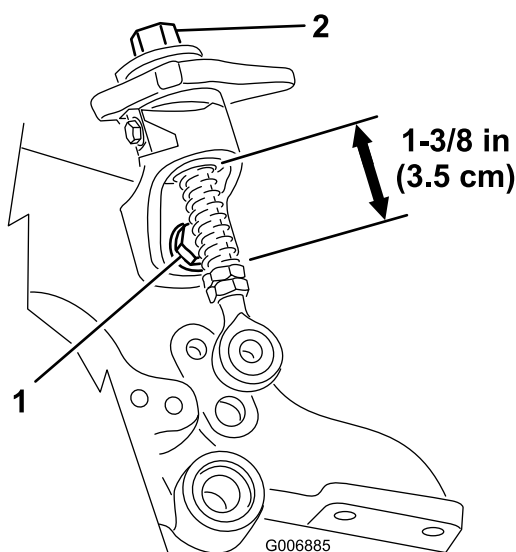

Figura 47
2. Desaperte o parafuso de montagem e certifique-se de que a barra roscada está alinhada e não está encravada na rampa inferior (Figura 47). Aperte novamente os parafusos.
3. Verifique o comprimento das molas rápidas nas barras roscadas; o comprimento deve ser de 1-3/8 pol. (Figura 47).
4. Se o manipulador de ajuste de altura não roda livremente, o casquilho pode estar sujo (Figura 47). Limpe o casquilho, se for necessário.